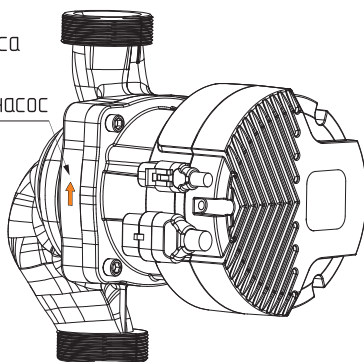

Рис. 4 Направление потока перекачиваемой жидкости
- При монтаже обратного клапана, его необходимо установить за насосом. Перед насосом рекомендуется устанавливать фильтр механической очистки. Стрелка на корпусе насоса указывает направление протекания рабочей жидкости (см. **Рис. 4**);